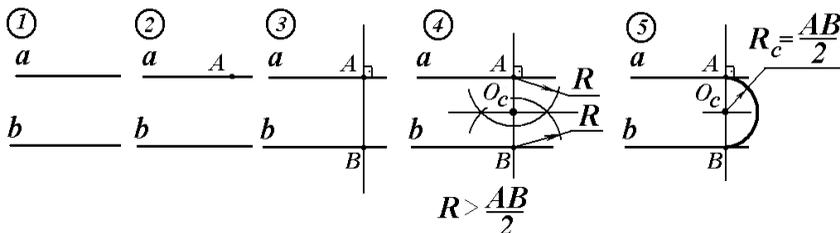

Рис. 49.
1) Даны параллельные линии a и b (рис. 49).